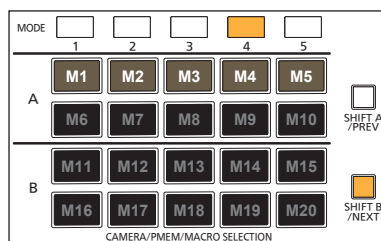

図 2
1. [SHIFT B/NEXT] ボタンを押下してください。(図 2)